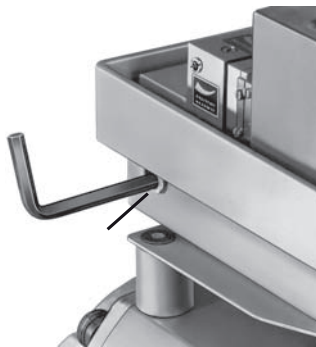

Fig. 19: Aperto da alavanca de realimentação
- g) A montagem final da alavanca de realimentação no eixo do posicionador é realizada a um curso de 0%, isto é, num ângulo de rotação de 0°. Primeiro, sole o parafuso Allen de 5 mm A/F da alavanca de realimentação **30** no orifício **34** (consulte a Fig. 19). Em seguida, pressione a alavanca de fator do curso **17** contra o parafuso de regulagem **18** (consulte a página 31) e aperte firmemente o parafuso Allen.